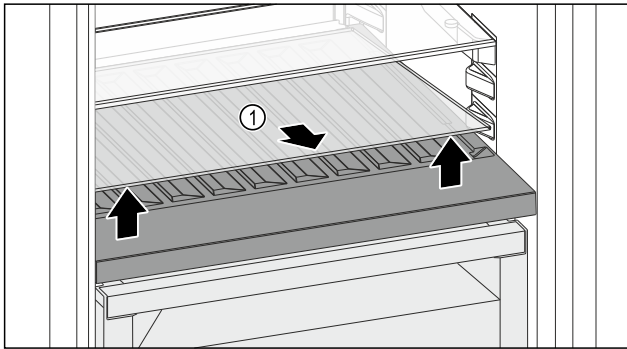

Fig. 147
- Скористайтесь пазом спереду, щоб підняти скляну полицю Fig. 147 (1) і вийняти її.
- Безпечно зберігайте скляну полицю Fig. 147 (1) за межами пристрою.
- Вставте скляну пластину (2) під змінну полицю для зберігання пляшок.